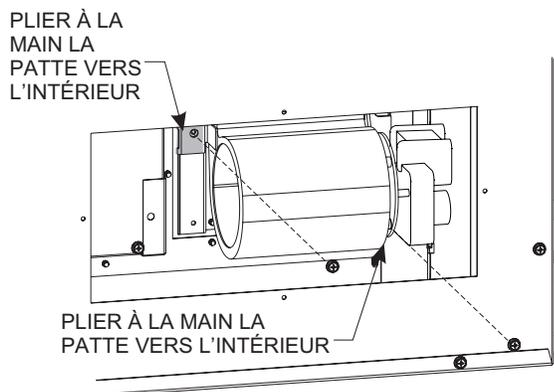

Figure 4
3. Plier la patte, tel qu'illustré à la Figure 4 et la fixer solidement à l'aide de deux (2) vis.